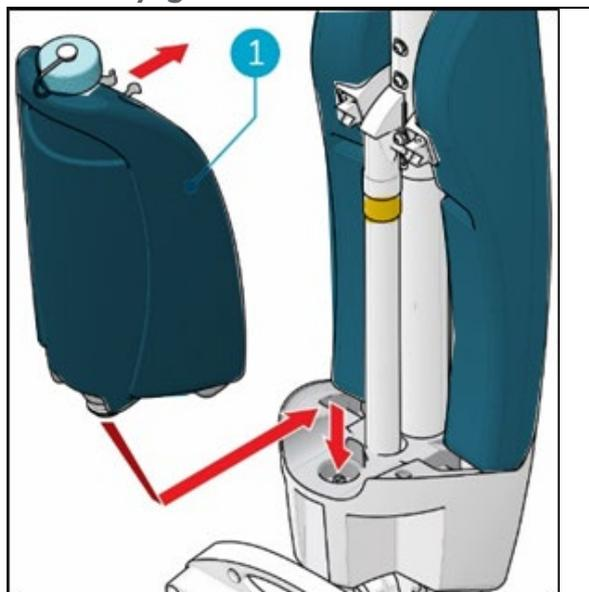

Figure 15
5. Placez le réservoir sur l'i-mop® XL avec la valve en premier (Figure 15, pos. 1).